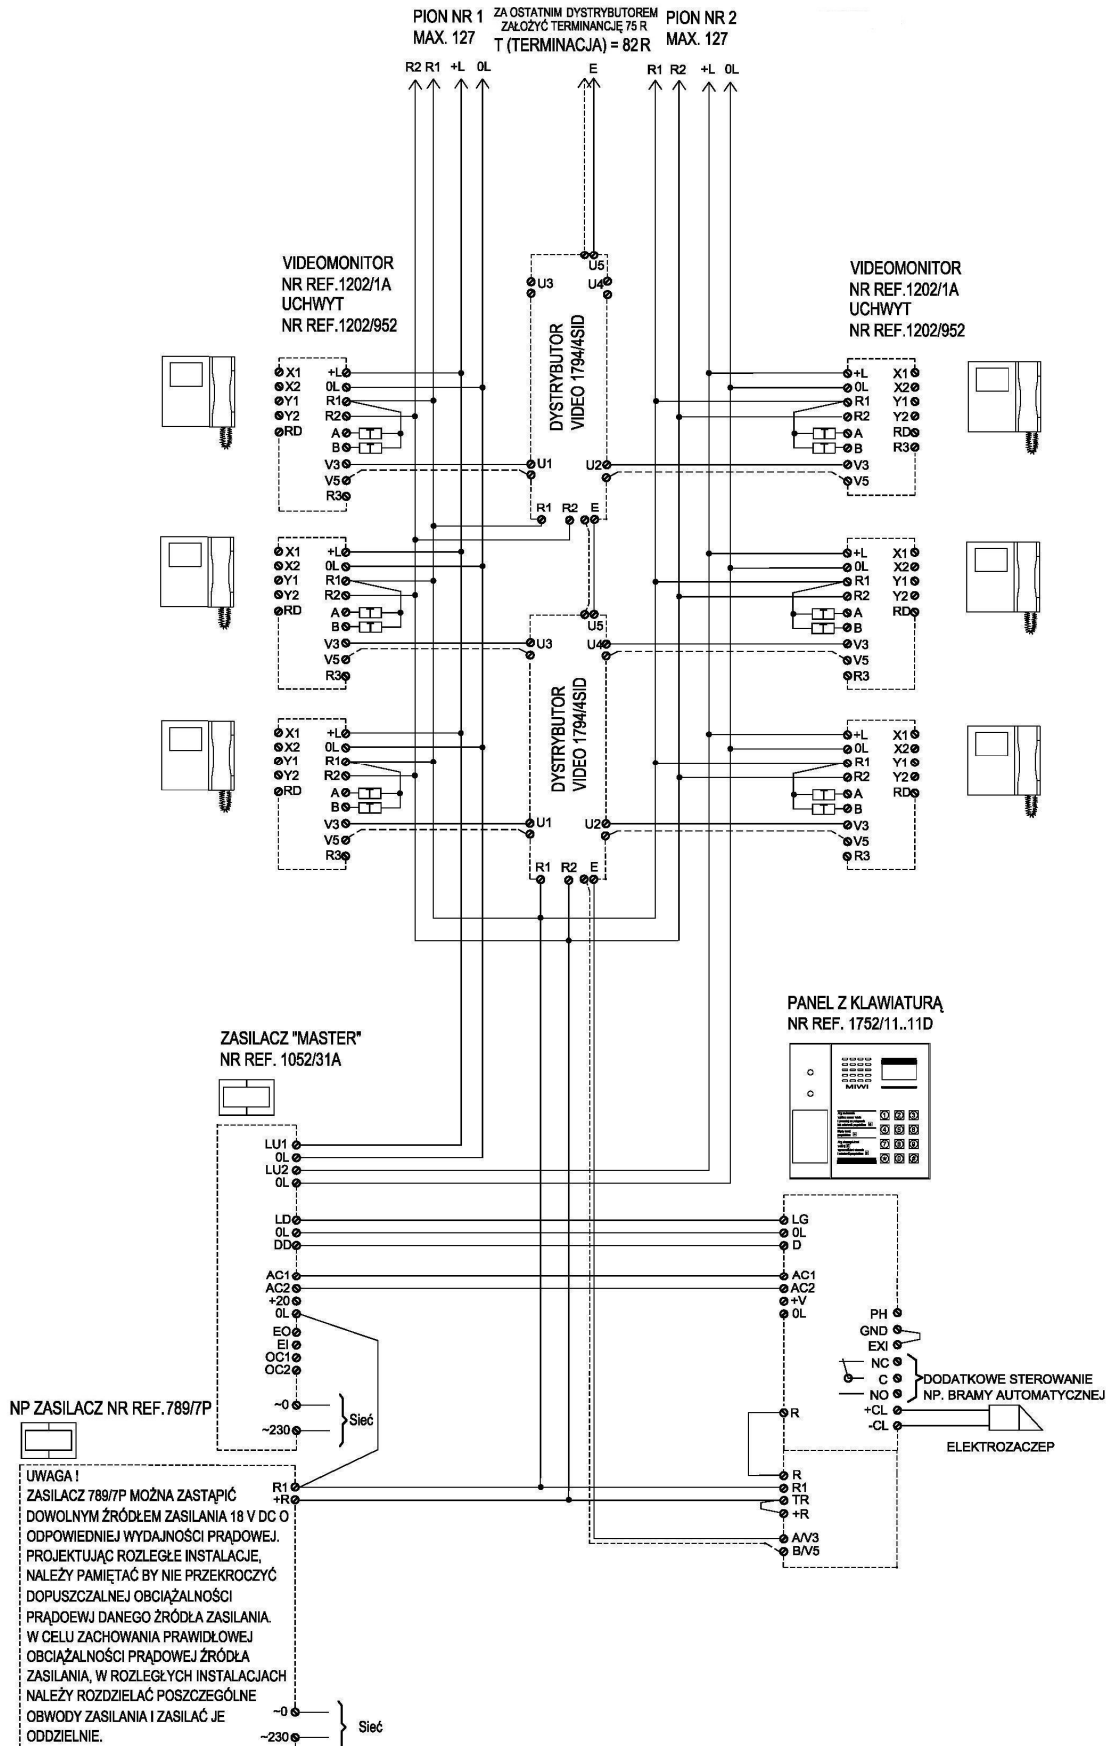

Rys. 1 Montaż uchwytu.
2. Przykręcić uchwyt mocujący do ściany na wskazanej wysokości przy użyciu czterech kołków mocujących (rys. 1).